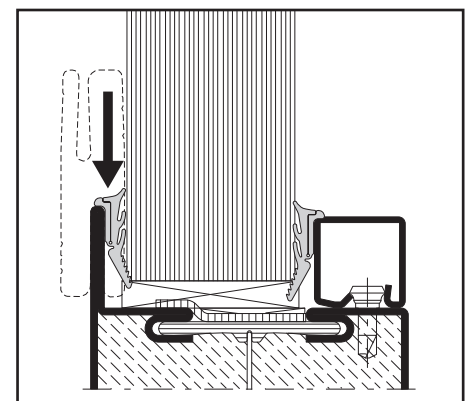

Abb. 27 / Fig. 27 / Fig. 27
- Keildichtungen auf Seite Profillappen mit leichtem Übermass in 45°-Gehung zuschneiden und eindrücken Abstandhalter laufend entfernen (Abb. 27)
- Découper les joints à bourrer coté aile fixe d'onglet à 45° avec une légère surlongueur et les enfoncer (fig. 27). Retirer les pièces de distance
- Cut with small oversize the wedge weatherstrips in a miter joint on the profile lip side and press in (fig. 27). Remove continuously the spacers